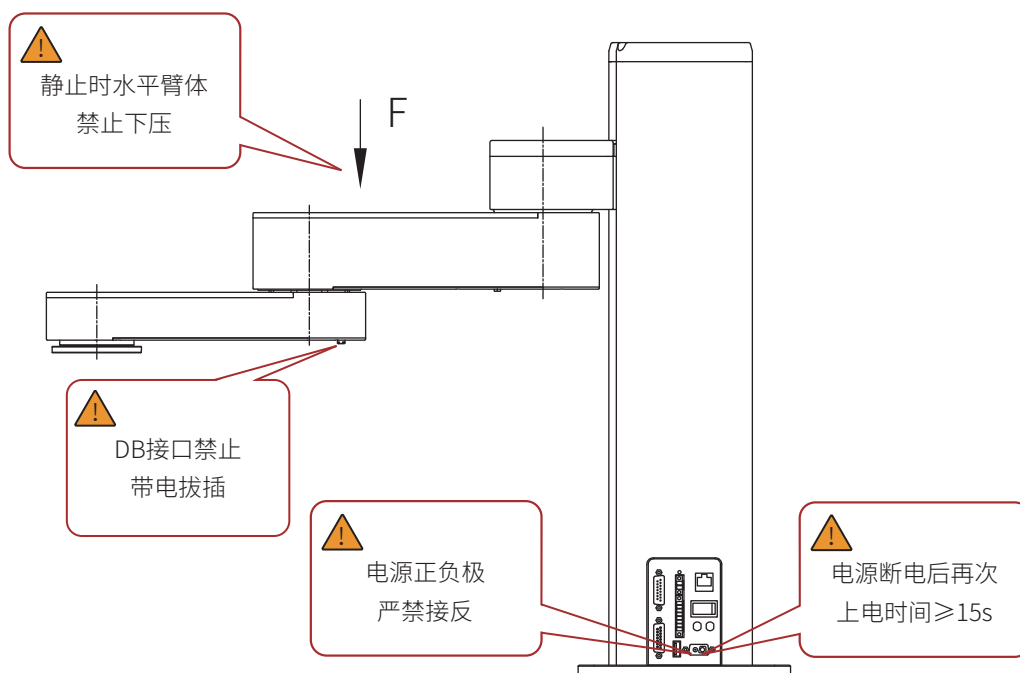

图 12
5. 带电拔插，电源正负极接反警告（图12所示）
6. 断电静止时水平臂体不能下压（图12所示）